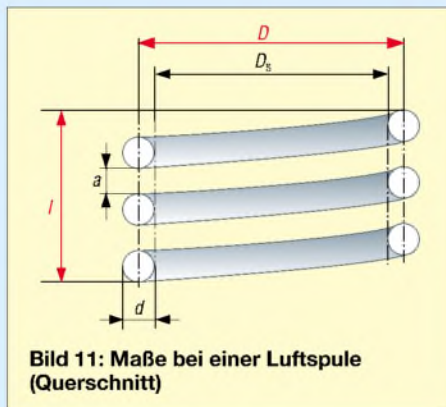

Bild 11: Maße bei einer Luftspule (Querschnitt)
Sie gilt für $l > 0,33 D$ mit für unsere Zwecke hinreichender Genauigkeit. Wichtig ist, dass die darin auftauchende Spulenlänge l gemäß Bild 11 vom einen zum anderen Ende der Spule gemessen wird, so wie man sie beispielsweise zwischen die Backen eines Messschiebers hält. Demgegenüber zählt der in die Formel (1) eingehende Spulendurchmesser D von Drahtmitte zu Drahtmitte. Mit dem Kern- oder Schaftdurchmesser D_S und der Drahtstärke d gilt daher $D = D_S + d/2 + d/2$, sodass sich der Spulendurchmesser letztlich aus